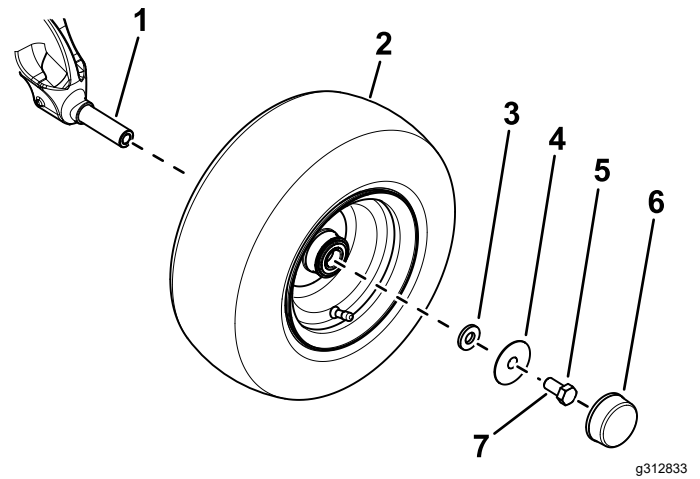

Bild 3
- Verwenden Sie eine kleine Unterlegscheibe, eine große Unterlegscheibe, eine Schraube ($\frac{5}{8}$ " x $1\frac{1}{4}$ ") und eine Staubkappe, um das Rad an der Achsspindel zu befestigen (Bild 3).
- Bringen Sie die Staubkappe am Rad an (Bild 3).